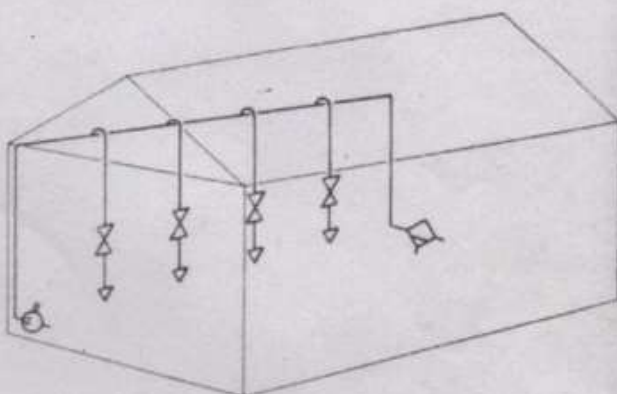

Fig. 2:
- 2) En circuito abierto (Fig. 2)